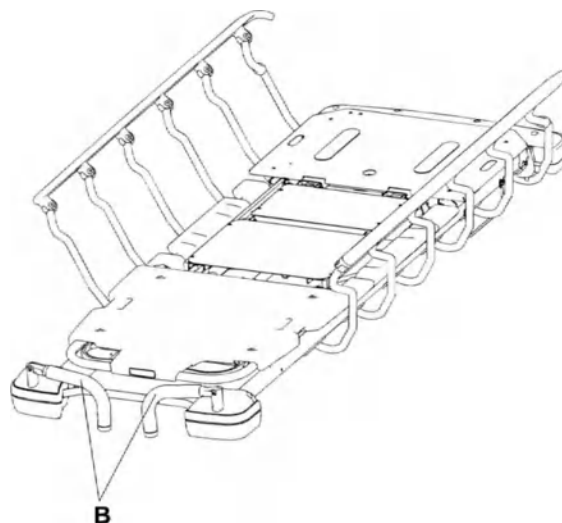

Рисунок 9 – Перевод ручек для толкания головного конца в сложенное положение
3. Выполните эти действия в обратном порядке, чтобы перевести ручки для толкания головного конца (B) в сложенное положение (Рисунок 9).